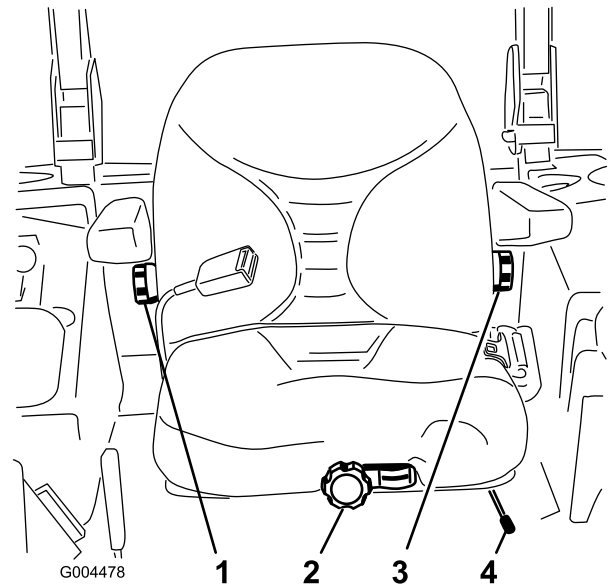

Figure 23
- Poussez le levier de réglage sur le côté pour débloquer et régler le siège (Figure 23).
Pour ce faire, tournez le bouton situé sous l'accoudoir droit dans un sens ou dans l'autre pour obtenir la position la plus confortable (Figure 23).
Pour le régler, tournez le bouton situé sous l'accoudoir gauche dans un sens ou dans l'autre pour obtenir la position la plus confortable (Figure 23).